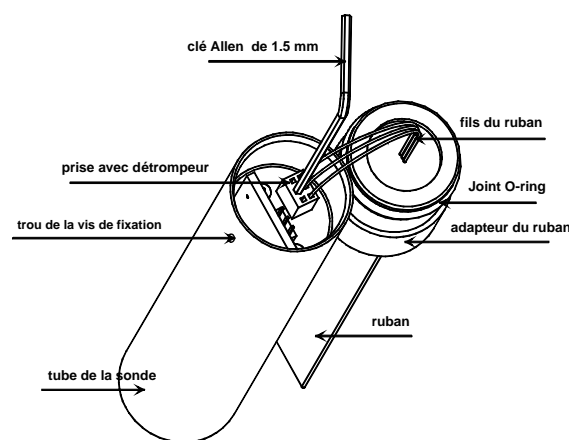

Figure 8-8
- Voir Figure 8-8.
- Avec une main tenir la sonde et l'adaptateur dans la position indiquée sur la Figure 8-8.
- Avec l'autre main guider le connecteur à l'intérieur du tube de la sonde à l'aide de la clé Allen de 1.5 mm et l'insérer dans la prise du circuit électronique. Noter qu'il n'y a qu'un sens de connection. Les fils doivent être placés côté opposé de la carte électronique comme le montre la Figure 8-8.